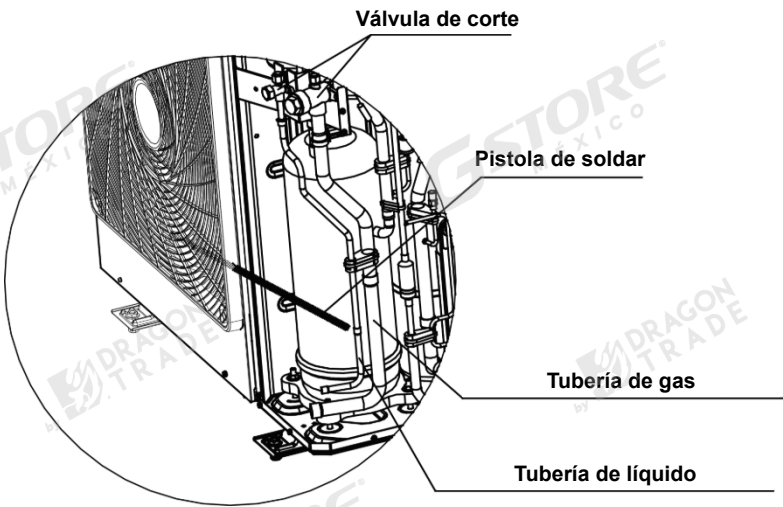
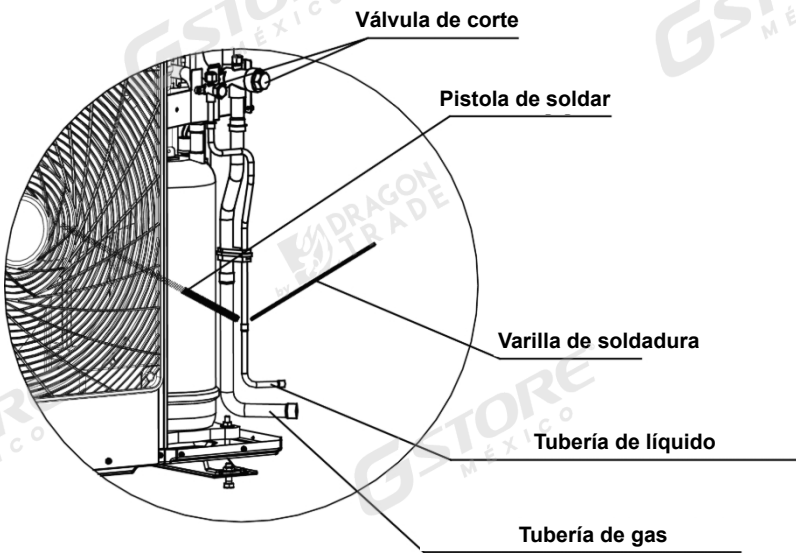

Fig. 17
Fig.18
- 2) Si la tubería de conexión está conectada lateralmente como se muestra en la Fig.17 y Fig.18, abra la placa lateral delantera, la placa lateral trasera y la placa de conexión. A continuación, abra el algodón insonorizado. Desuelde el tubo de conexión 1 y el tubo de conexión 2 con una pistola de soldar. Gírelos a un ángulo adecuado e instélos en su posición respectiva. Selle las aberturas con varilla de soldar. Suelde primero el tubo de conexión 1 (tubo de líquido) y luego el tubo de conexión 2 (tubo de gas). Durante